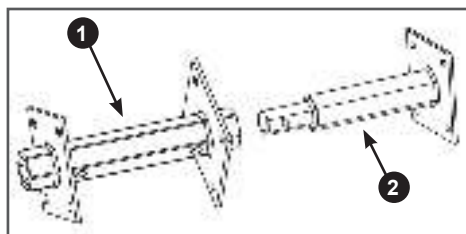

Рис. 14. Секции оси фрезы
- Определите какой стороной основная секция 1 оси фрезы устанавливается на вал редуктора и к какой стороне крепится дополнительная секция 2 оси фрезы (Рис. 14). Вставьте дополнительную секцию в основную сначала с одной стороны, затем с другой, при этом должна совпасть только одна пара отверстий. Та сторона основной секции оси фрезы, отверстие на которой не совпадает с отверстием на дополнительной секции оси и устанавливается на вал редуктора.